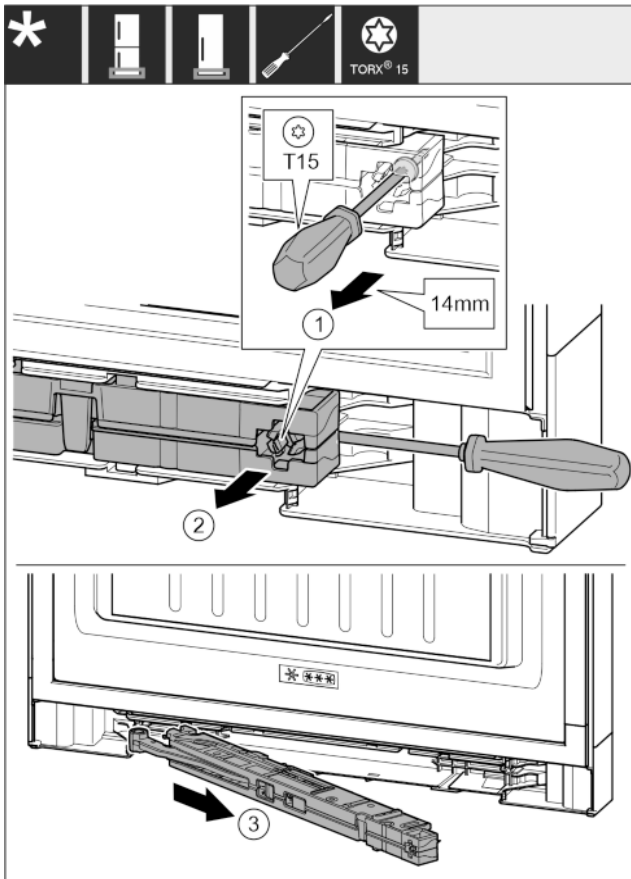

Fig. 14
- ▶ Schraube an Schließdämpfereinheit mit Schraubendreher T15 ca. 14 mm lösen. Fig. 14 (1)
- ▶ Mit Schraubendreher griffseitig hinter Schließdämpfereinheit fahren. Einheit nach vorn drehen. Fig. 14 (2)
- ▶ Einheit herausziehen. Fig. 14 (3)